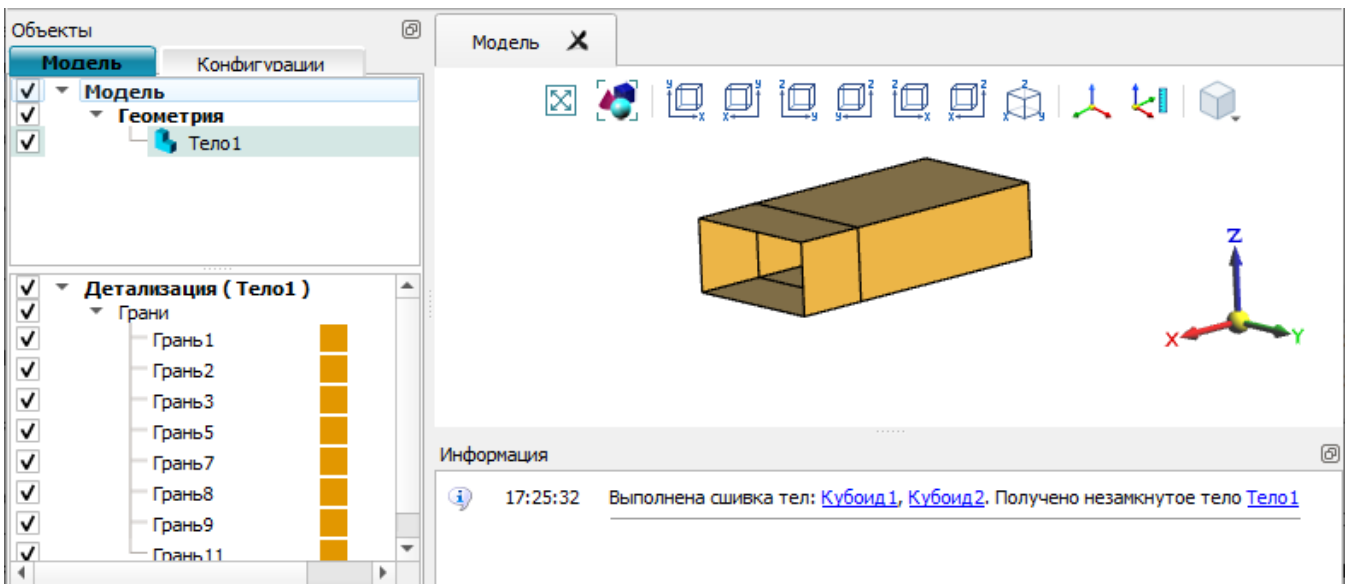

Рис. 44
2) выделить кубоиды и нажать ставшую доступной кнопку  «Сшивка» на ленте меню «Геометрия». В результате выполнения команды будет создан незамкнутый объект *Тело1* и добавлен в геометрию модели, в дереве «Детализация» – добавлены его грани. Сообщение о выполнении будет выведено в окно «Информация» (рис. 44);